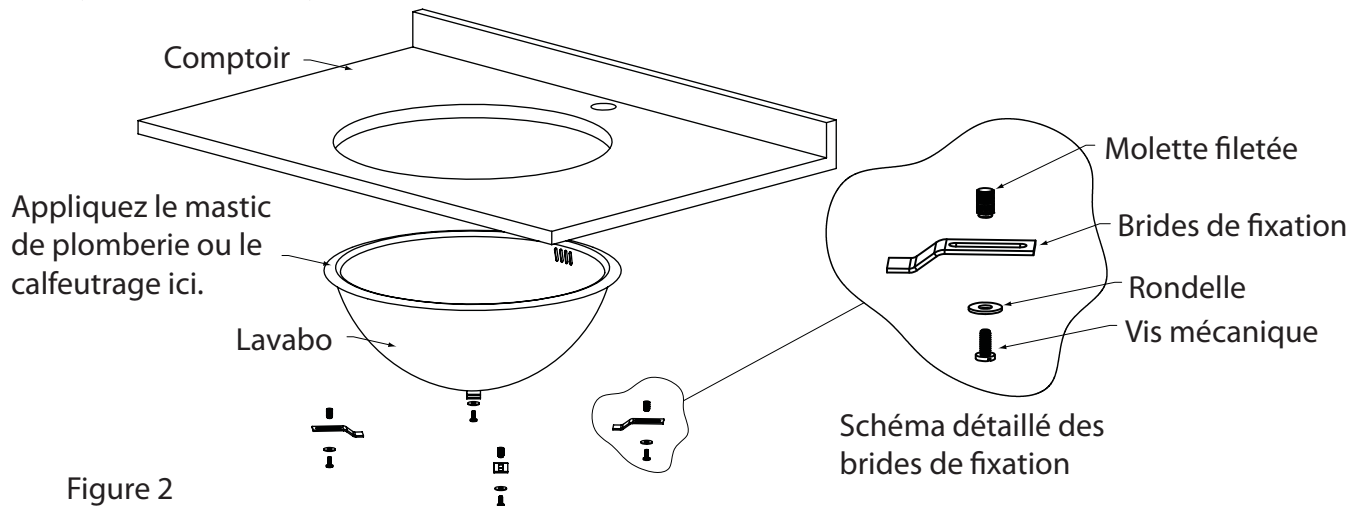

Figure 2
- o Reportez-vous à la figure 2, au schéma détaillé des brides de fixation. [Installation pour comptoirs de surface solide d'une épaisseur minimum de 1 po (25 mm). L'installateur doit fournir les ancrages pour les comptoirs plus minces.]
- o Pour l'installation sur une surface solide, percez des trous pour ancrages d'un diamètre de 3/8 po (0,95 cm) et d'une profondeur de 1/2 po (1,27 cm). Appliquez une petite quantité de résine époxyde (non incluse) sur l'extrémité fermée de la molette filetée (C). Insérez la molette filetée (extrémité filetée ouverte exposée).
- o Fixez les brides de fixation (B) pour tenir le lavabo en place.